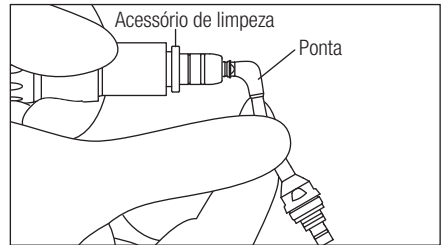

Fig. 16
- 5) Ligue o acessório de limpeza à extremidade (Fig. 16) e ligue lentamente apenas com ar. O pó residual na ponta será eliminado.